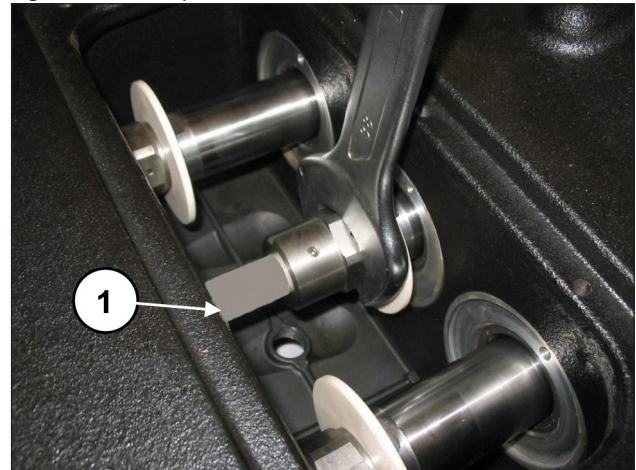
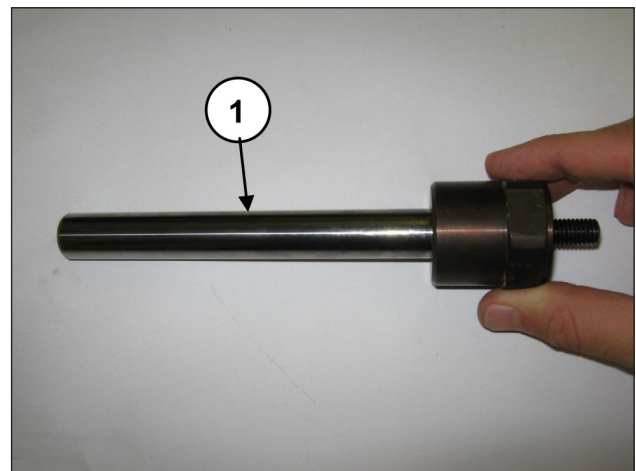

Fig. 108
Fig. 109
Déposer les éléments de pompage à l'aide d'une clé à fourchette (rep. ①, Fig. 108) et vérifier s'ils sont usés (rep. ①, Fig. 109). Les remplacer si nécessaire.